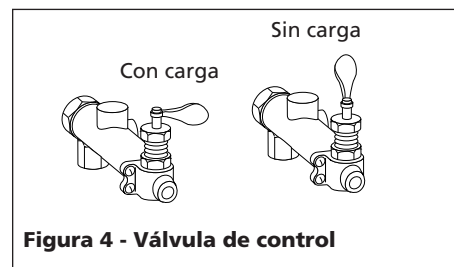

Figura 4 - Válvula de control
- Antes de encender el compresor, siempre coloque la perilla de la válvula de control en la posición de descarga (Vea la Figura 4).
- Encienda el compresor y permita que la presión del compresor alcance el límite adecuado de la válvula de control (Vea la Figura 4) que está fijado a 12,07 bar, en los compresores de dos etapas, y a 8,62 bar, en los de una etapa. Al alcanzar esta presión, el compresor debe comenzar a descargar a través del buje del respiradero de la válvula de control y el motor debe comenzar a funcionar al vacío.